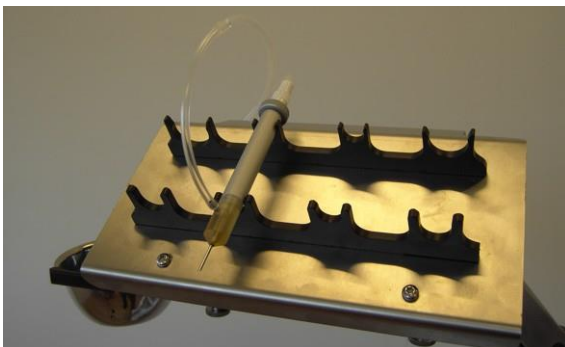

Figure 3-84. Placement de la pièce à main d'implantation sur le support de pièce à main
8. Placez la pièce à main d'implantation sur le support de pièce à main, comme illustré à la Figure 3-84.